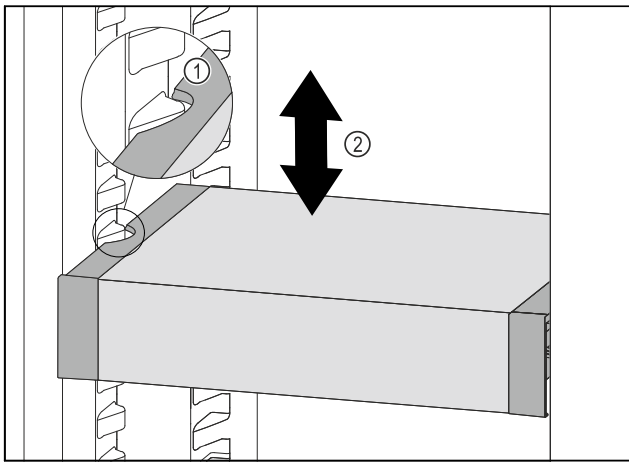

Fig. 136
- Tirer le VarioSafe vers l'avant jusqu'à ce que les encoches latérales du VarioSafe soient à la hauteur de la nervure du bac dans la partie réfrigérateur. Fig. 136 (1)
- Déplacer le VarioSafe vers le haut ou vers le bas dans la partie réfrigérateur jusqu'à ce que la hauteur souhaitée soit atteinte. Fig. 136 (2)